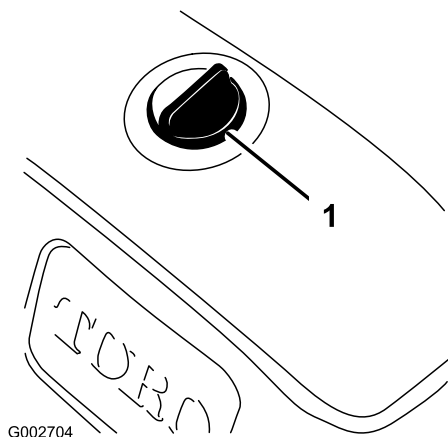

Figura 43
3. Pulite attorno al tappo del serbatoio idraulico per impedire l'ingresso di corpi estranei nel serbatoio (Figura 43).